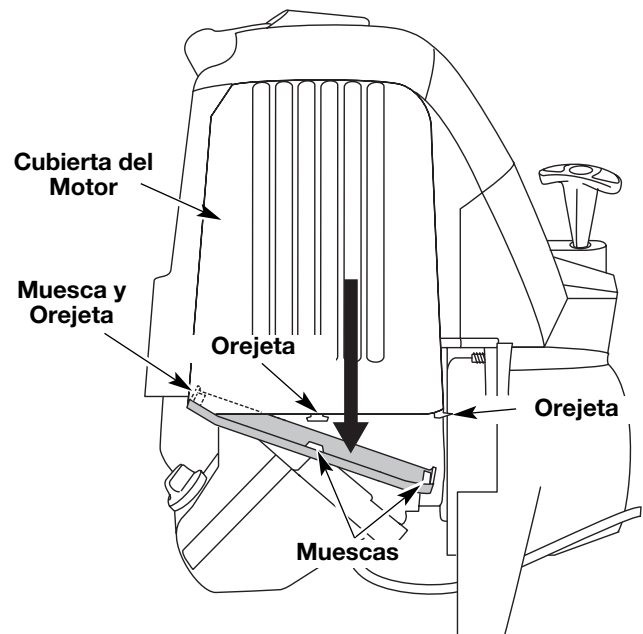

Fig. 33
1. Retire la cubierta del silenciador presionando la esquina con un destornillador de vástago plano (Fig. 33). Deslice las muescas a los lados de la cubierta del silenciador sobre las orejetas de la cubierta del motor y retire.
6. Saque la cubierta del motor (Fig. 33).
13. Vuelva a colocar la cubierta del silenciador. Deslice las muescas a los lados de la cubierta del silenciador sobre las orejetas de la cubierta del motor y enganche en su lugar (Fig. 33).